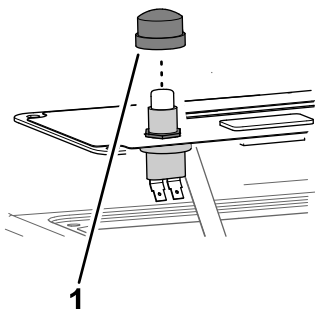

Figura 6
4. Instale a tampa do botão no interruptor (Figura 6).